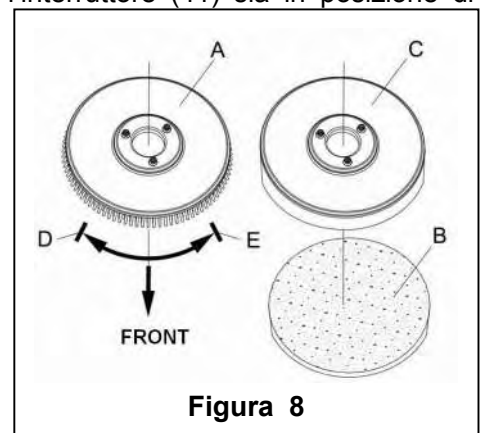

Figura 8
A seconda del tipo di pavimento da pulire, sull'apparecchio si può installare spazzola (Figura 8, A), o cuscinetto (Figura 8, B e C).
1. (Applicabile solo a **AS430B** e **AS510B**): assicurarsi che l'interruttore (41) sia in posizione di disconnessione (**O**).
2. Premere in basso il manubrio (2) per alzare il serbatoio (26).
3. Mettere spazzola (A) o cuscinetto (B – C) in sede .
4. Usare il manubrio (2) per abbassare il serbatoio (26) a contatto con spazzola o cuscinetto.
5. Per installare spazzola/cuscinetto automaticamente, mettere l'interruttore (41) in posizione "I" e premere l'interruttore di sicurezza (1). Spingere gentilmente in avanti l'apparecchio per permettere alla ruota di trasporto sul fondo del serbatoio di allinearsi con spazzola o cuscinetto che possono così essere installati. Quindi rilasciare l'interruttore di sicurezza. Se occorre, ripetere la procedure fino all'installazione di spazzola/cuscinetto.
6. Se il Passo 5 risulta difficile, usare il metodo manuale seguendo la freccia (D) per installare spazzola / cuscinetto (come mostrato nella **Figura 8**).
7. Per disinstallare automaticamente spazzola/cuscinetto, mettere l'interruttore (41) in posizione "O". Reggere il manubrio, e premere l'apparecchio verso il basso finché la ruota di guida tocca il pavimento e spazzola/cuscinetto siano sospesi in aria. Mettere l'interruttore (41) in posizione "I" e
8. Se il Passo 7 risulta difficile, usare il metodo manuale, ruotando spazzola/cuscinetto in direzione opposta a quella della normale rotazione così che si stacchi (come mostrato nella **Figura 8**)